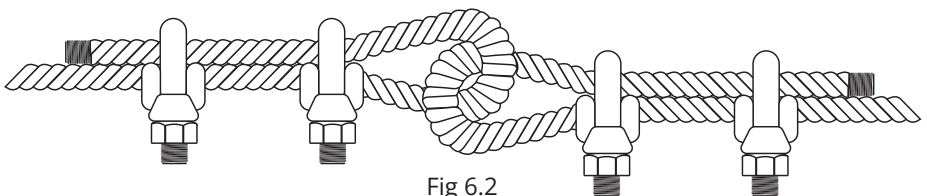

Fig 6.2
6.2 Una vez que todos los cables estén apretados y correctamente colocados, asegúrese de colocar los candados para cable de seguridad como se muestra en la Fig. 6.2